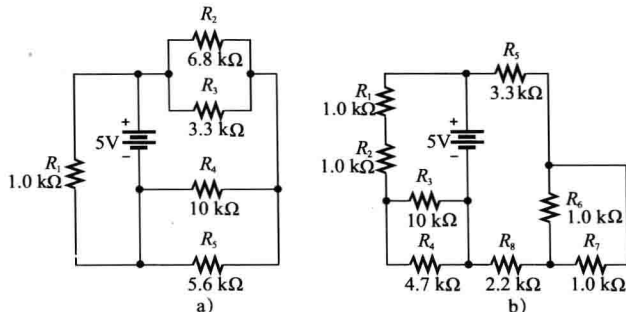

图 6-89
40. 在图 6-89 所示的每个电路中, 从电源看上去, 确定电阻的串并联关系。